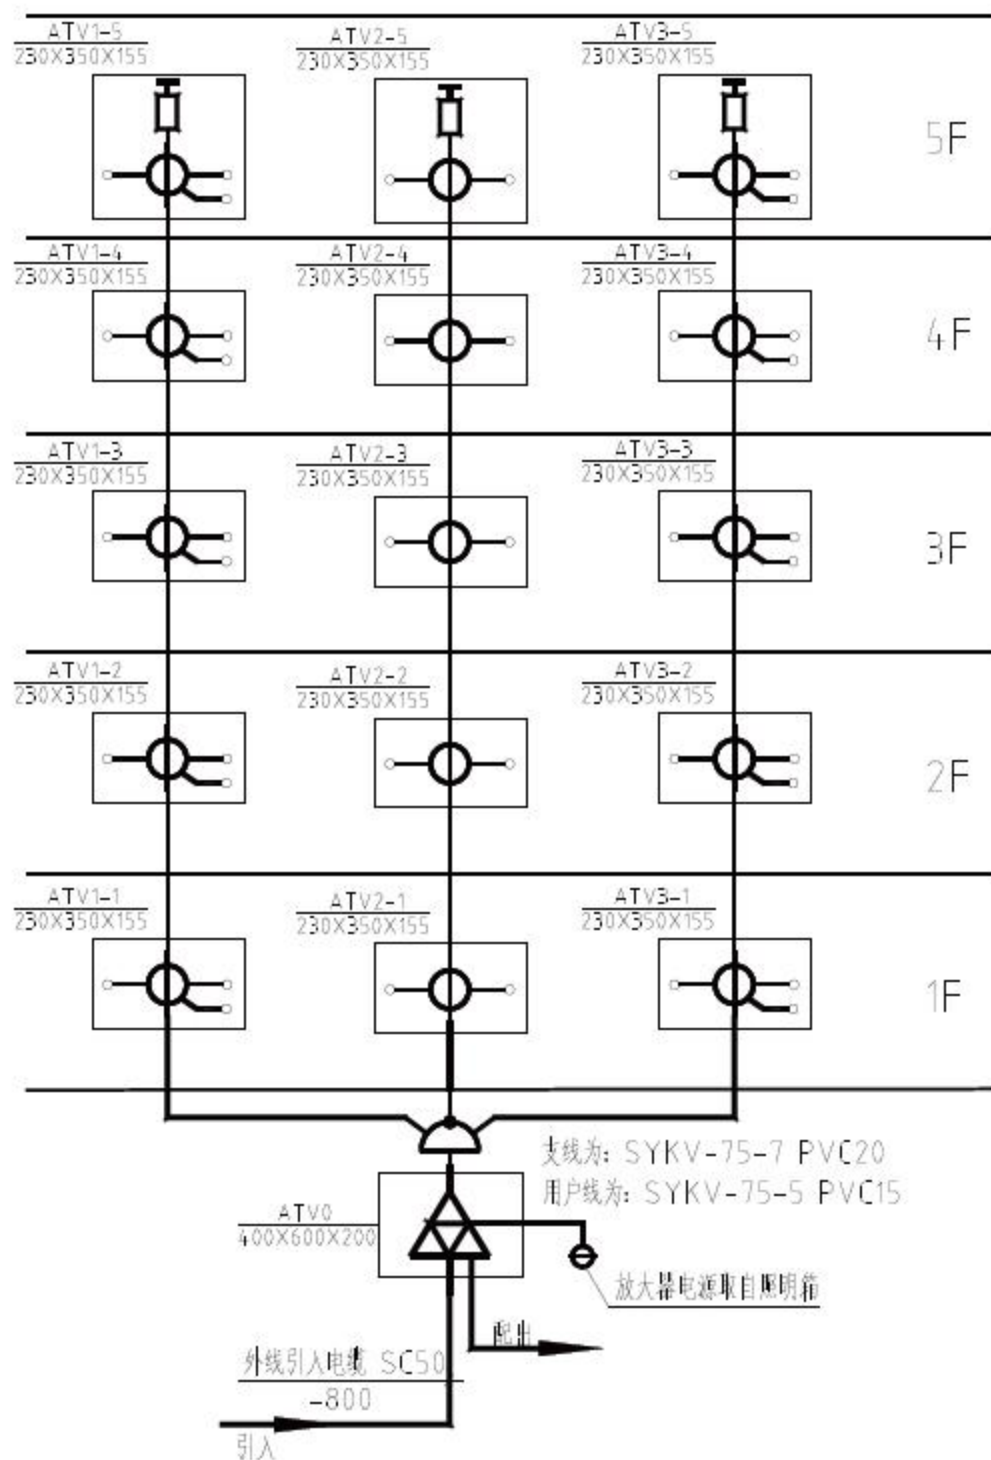

图13-42 图名标注
- 03 调用MT【多行文字】命令，绘制图名标注的结果如图13-42所示。